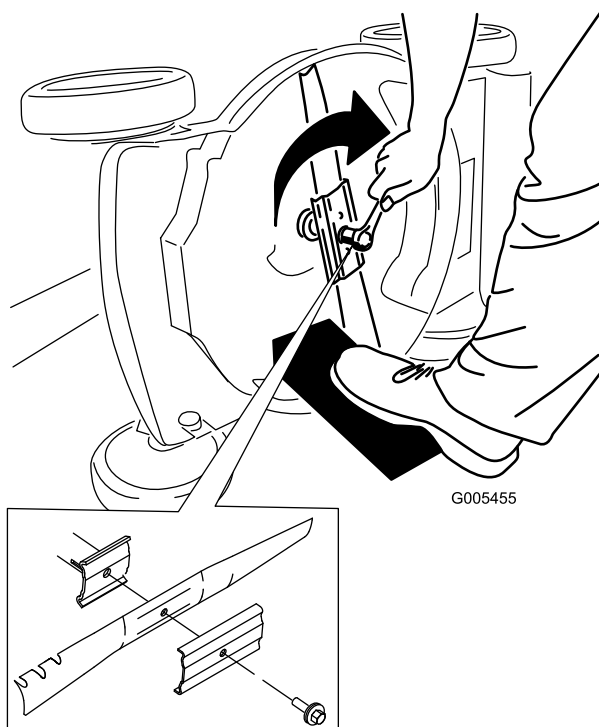

Рисунок 30
5. Установите новый нож, закрепив все крепежные детали (Рисунок 30).